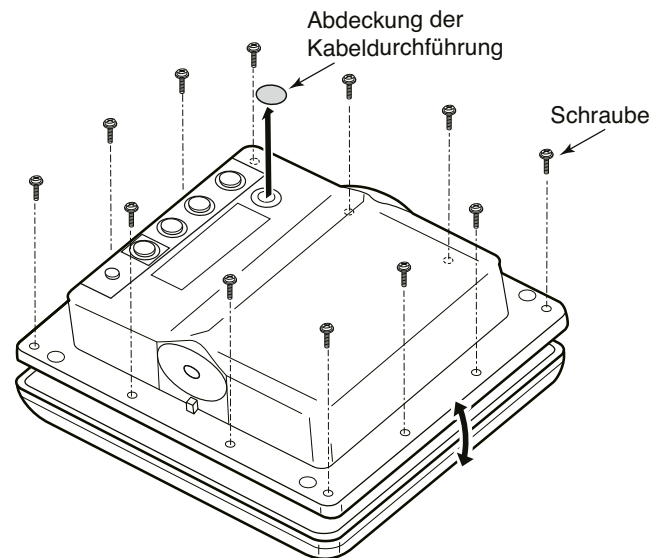

Abb. 1
1. Abdeckung der Kabeldurchführung auf der linken Seite des Seriennummernschilds der Anzeigeeinheit entfernen. (Abb. 1)
2. Die zwölf Schrauben an der Rückseite der Anzeigeeinheit lösen. (Abb. 1)
3. Das hintere Gehäuseteil vorsichtig öffnen und die vier Stecker von der Hauptplatine des Displays abziehen. (Abb. 1)